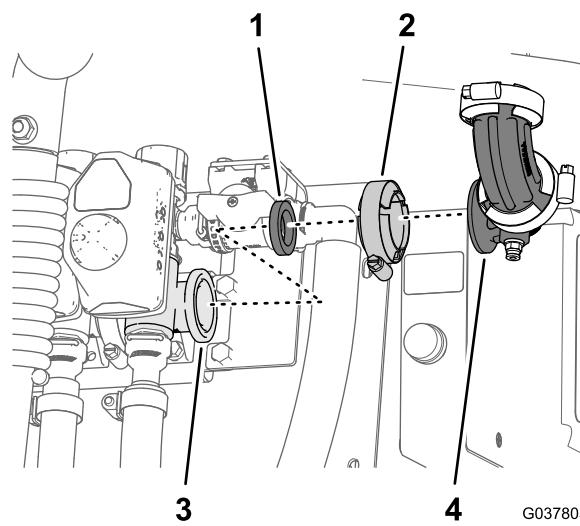

图89
1. 卸下右喷洒臂段阀法兰上的法兰夹具、90°弯头总成和垫片图89。